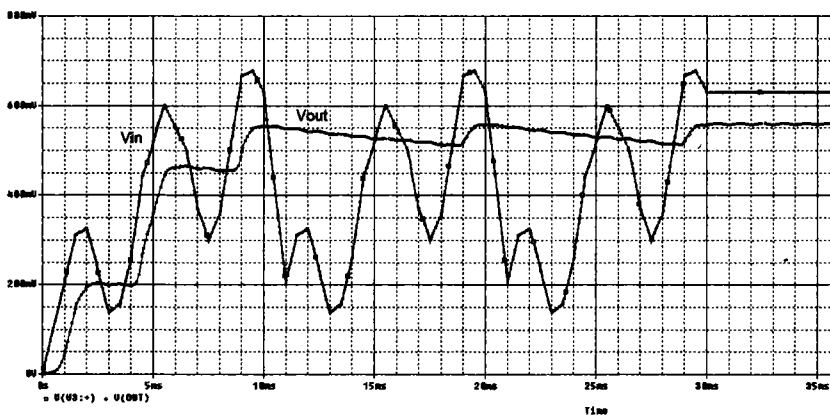

Рис. 8.22. Трехкратное повторение стимула
7. Исследуем источник VPWL\_F\_RE\_N\_TIMES. Этот сигнал из библиотеки Source может повторяться N раз. В схеме указываем тот же путь к текстовому файлу. В свойствах источника устанавливаем параметр REPEAT\_VALUE=3 и отображаем это на схеме. После моделирования получим графики (рис. 8.22).